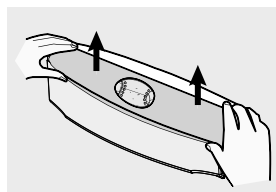

Figura 48
- Retire la tapa del tanque en dirección hacia arriba (figura 48).